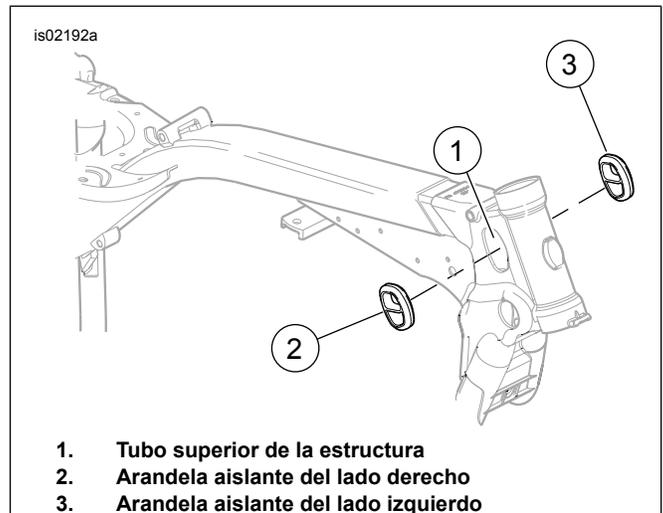

Figura 1. Ubicación para acceder al tubo superior de la estructura
1. Vea Figura 1. En el tubo superior de la estructura (1), quite las arandelas aislantes derecha (2) e izquierda (3) para acceder a los conectores de las señales de giro.